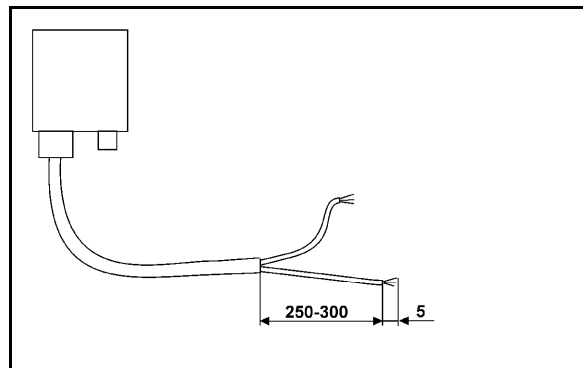

Fig. 4
3. Skala kabeländan (Fig. 4) ca 250 till 300 mm
- Avisolera 5 mm på båda kabeländar (Fig. 4).